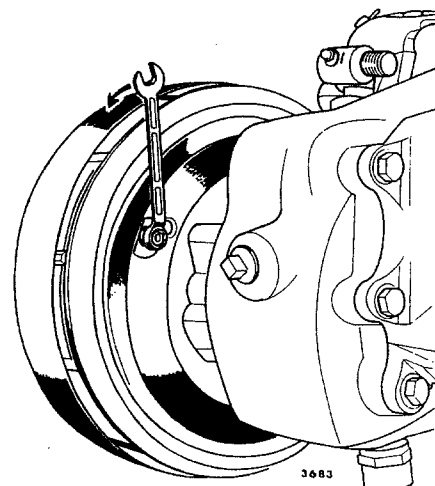

Fig 12—15. Justering av bromsbackar, BV 202N
6. Roter bromstrumman moturs och excentern för högra bromsbacken från hjulcylindern utåt, se fig 12—15 tills trumman låses av backen. Lossa därefter excentern tills trumman roterar fritt. Då vänstra bromsbacken justeras roteras trumman, moturs. Excentern vrids även i detta fall utåt, d v s åt motsatt håll mot högra excentern. Under justeringens gång är det lämpligt att rotera trumman och utföra några bromsningar så att backarna blir centrerade.
Bromspedalens läge i förhållande till kopplingspedalen kan justeras med muttrarna fig 12—16 på tryckstången. Bromspedalen skall justeras så att den kommer i jämnhöjd med kopplingspedalen.